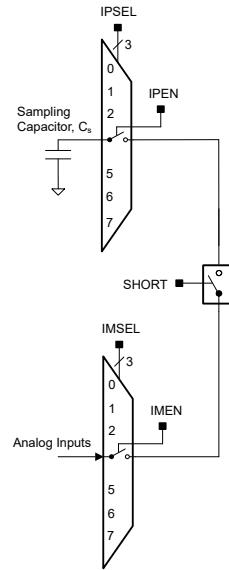

图 6-9. 比较器短路开关
如图 6-9 所示，所需的采样时间与采样电容 (CS) 的大小、与短路开关串联的输入开关电阻 (R) ，以及外部信号源的电阻 (RS) 成比例。采样电容 CS 应大于 100pF。为采样电容 CS 充电的时间常数 Tau 可以使用下列公式来计算得出。